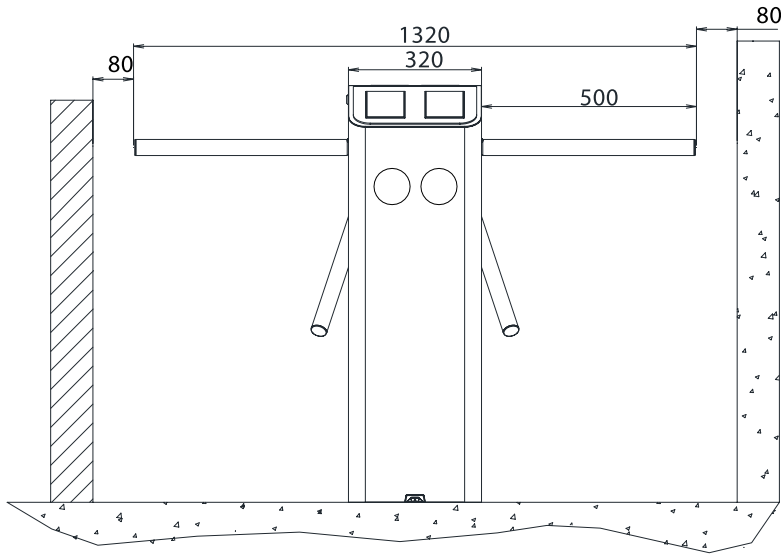

Figura 3-1
El equipo deberá ser instalado en piso de concreto asegurando que los taquetes de expansión estén seguros y firmes. Se sugiere instalar un marco o valla para formar un pasillo para los usuarios como se muestra en la figura 3-1.
2. El espacio al final del brazo no debiera ser mayor de 80 mm (vea la figura 3-1).